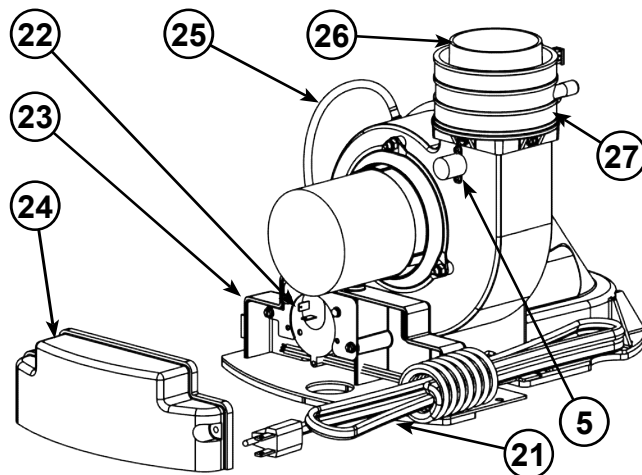

Figure 51.
- 5 Limiteur de température, soufflerie (voir Figure 6) (voir aussi Figure 51)
- 21 Soufflerie et cordon d'alimentation (voir aussi Figure 6) (voir aussi Figure 51)
- 22 Pressostat (dans boîte de jonction (voir Figure 6) (voir aussi Figure 51)
- 23 Boîte de jonction (voir Figure 6) (voir aussi Figure 51)
- 24 Couvercle boîte de jonction (voir Figure 6) (voir aussi Figure 51)
- 25 Tube d'air (voir Figure 6) (voir aussi Figure 51)
- 26 Accouplement en caoutchouc (voir aussi Figure 6) (voir aussi Figure 51)
- 27 Collier de serrage (voir aussi Figure 6) (voir aussi Figure 51)